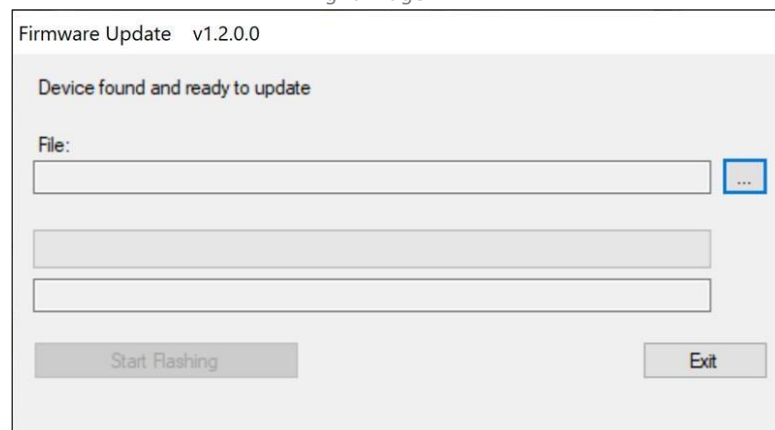

Figure 55 - Fenêtre de mise à jour du micrologiciel.
9. Dans LightBridge, sélectionnez Firmware Upgrade dans le menu déroulant *Tools* (Figure 54). La fenêtre de mise à jour du micrologiciel apparaît (Figure 55).